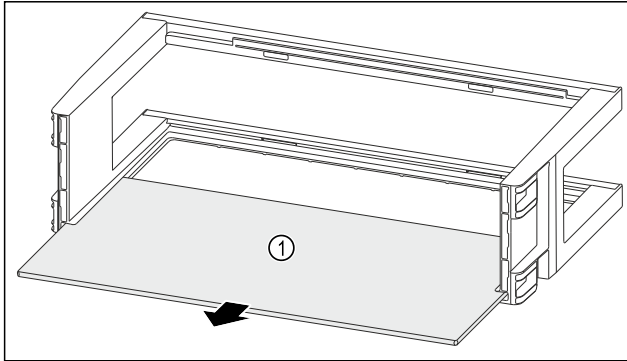

Fig. 111
- Retirer la tablette de rangement Fig. 111 (1).